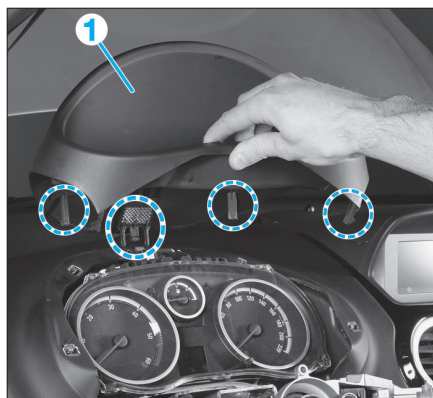

Fig. 19
- Dégrafer l'enjoliveur (1) (Fig.19).